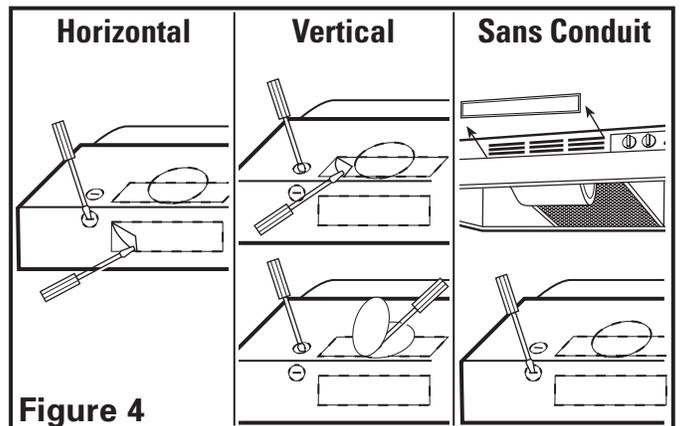

Figure 4
- Horizontal ou Vertical** – Enlever l'alvéole défonçable en insérant un tournevis sous le contour et casser les attaches qui le retiennent en place. Peler avec des pinces (**Figure 4**).
- Sans Conduit** – soulever et retirer les inserts de ventilation de la hotte situés derrière la grille, exposant les fentes à air avant. Ne pas utiliser de tournevis ou tout autre objet qui pourrait égratigner la hotte (**Figure 4**).
- Rond de 17,78 cm (7 po)** – enlever l'alvéole défonçable située sur le dessus de la hotte en insérant un tournevis sous le rebord et briser les attaches qui la maintiennent en place. Peler avec des pinces (**Figure 4**).
- Déterminer où le service électrique entrera dans la hotte et enlever les alvéoles défonçables électriques appropriées en insérant un tournevis dans la fente et en le repliant vers l'avant et l'arrière jusqu'à ce que les alvéoles deviennent lâches (**Figure 4**).